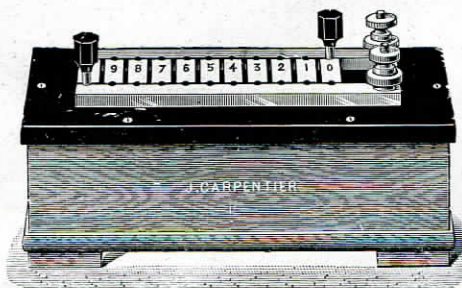

FIG. 5.
**Modèle à 2 entrées** (*fig. 5*) ..... 225. »